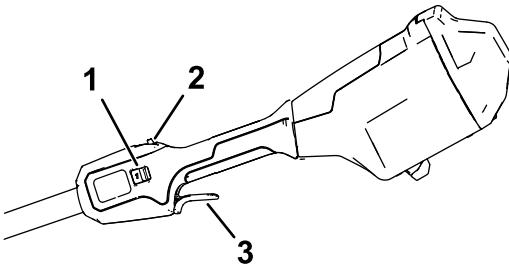

Figura 8
5. Para ligar a máquina, aperte o bloqueio do gatilho, depois aperte o gatilho de funcionamento (Figura 8).